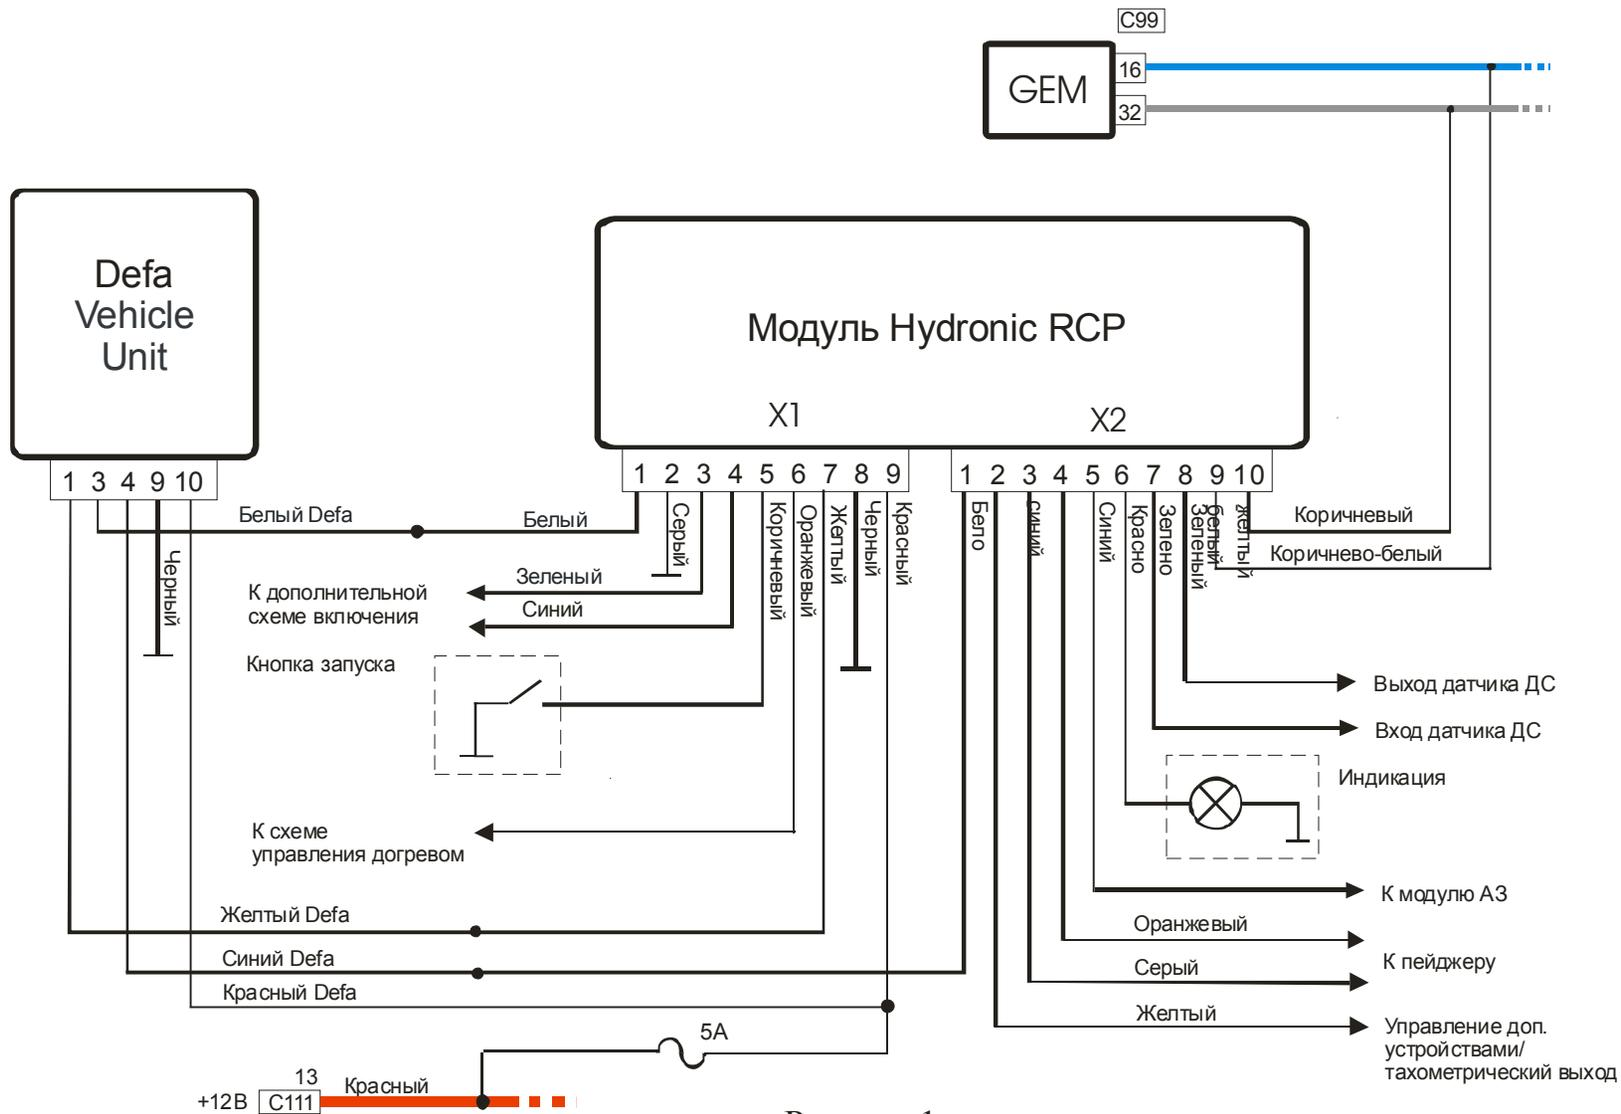

Рисунок 1
- **Общая схема подключения модуля (рис.1, стр. 2)**
Внимание: при подключении блока DEFA VU в салоне а/м необходимо руководствоваться общей схемой подключения на рис.1 и данной инструкцией. Схема подключения, поставляемая производителем пульта, предназначена для подключения электрического подогревателя DEFA. Она не подходит для реализации дистанционного управления штатным отопителем Ford с помощью модуля RCP.
- Подсоединить модуль RCP и блок Defa VU согласно схеме на рис.1